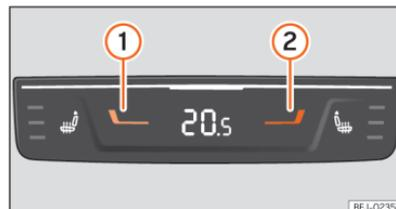

Fig. 114 Na parte traseira da consola central: comandos para a temperatura do Climatronic dos lugares traseiros.
- Pressione os botões **1** e **2** >>> Fig. 114 para ajustar a temperatura da zona posterior.